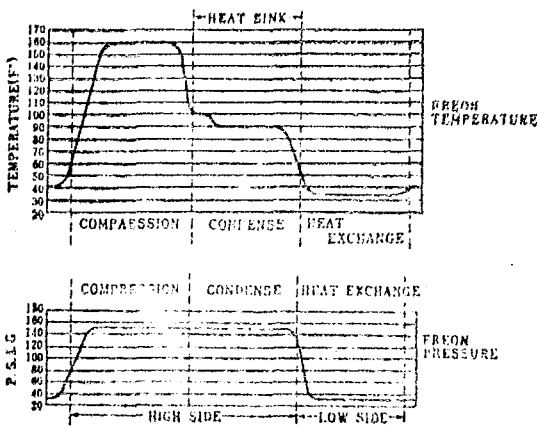

Fig. 3. Refrigeration
冷却하기 위해서 매 pass 數를 조정할 뿐 아니라 Baffle plate 를 설치하여 空氣의 流動을 案内한다. 冷却室內의 溫度는 Expansion Valve ⑦에 의해서 自動 및 手動 調整되어 冷却室內의 溫度를 0°C 부근으로 유지하는 重要한 機器이다. 冷却室內에서 凝縮된 Drain 은 出口에 설치된 Auto drain 에 의해서 自動적으로 排出된다. 冷却室 ⑨를 通過한 壓縮空氣는 空氣溫度平衡器 ⑩에 들어와서 加熱加濕된 壓縮空氣에 의해서 다시 熱交換되어 飽和狀態가 아닌, 相對濕도가 낮은 乾燥된 壓縮空氣가 된다. 冷凍式 Air dryer 로 얻을 수 있는 壓縮空氣의 加壓露點은 最高 2°C 정도이며 보통은 4~10°C 정도이다. 그 이유는 冷却室內의 溫度가 0°C 以下가 되면 凝縮된 물이 凍結되어 空氣의 흐름에 방해가 되고 Aero fin tube 의 Fin 에 霜이 附着되어 冷却效率이 不良해지기 때문이다. 冷凍回路에 있어서 溫度와 壓力의 關係를 (Fig. 3)에 表示하였다. Compressor 는 低溫低壓의 freon gas 를 吸入 壓縮하여 高溫高壓으로 만든다. 이 freon gas 는 Condenser ③에 들어와 空冷 Fan ④에 의